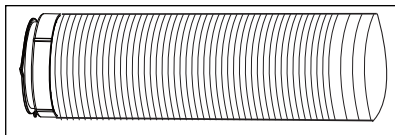

Fig. 7
4. Allungare l'altra estremità del tubo flessibile e avvitarla sull'adattatore B (Fig. 7).